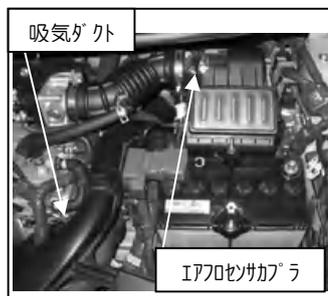

図1
- ①バッテリーを取外します。②エアフロセンサカプラとハーネス固定のクリップを外します。図1参照
- ③吸気ダクトを取外します。図1参照